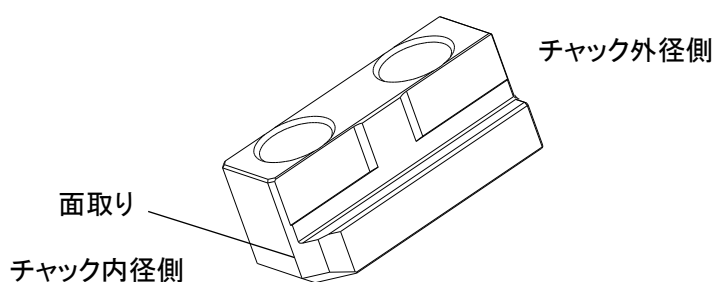

図 12-1 Tnut-Plus
BR チャックにはオプション品として図 12-1 のような Tnut-Plus が用意されています。
**Tnut-Plus は、面取りがある側をチャック内径側にして取り付けること。(図 12-1 参照)**